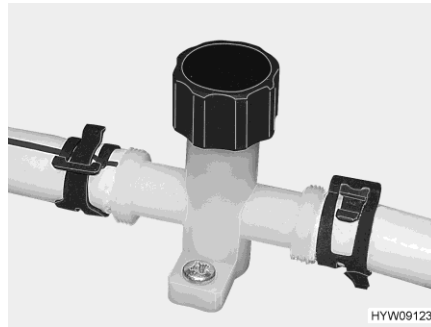
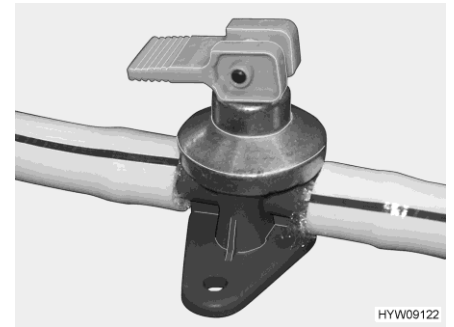

Bild 207 Ablasshahn (Wasserleitung)
Bild 208 Ablasshahn (Boiler Alde)
- Ablasshähne (Bild 207 und Bild 208) schließen. Dazu die Kappen im Uhrzeigersinn zudrehen bzw. den Kipphebel waagrecht stellen. Der Einbauort des Sicherheits-/Ablassventils und der Ablasshähne ist im Abschnitt 10.7 am Ende dieses Kapitels aufgelistet.